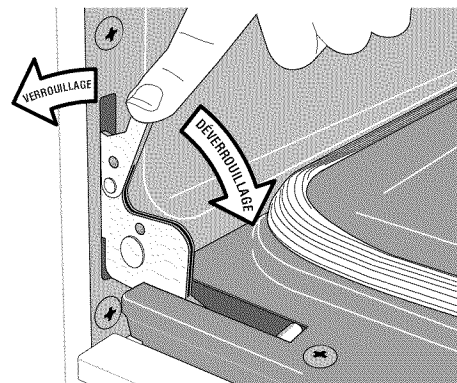

Fig. 2
2. Tirez les verrous des charnières de gauche et de droite du cadre de la cuisinière vers la porte du four (fig. 2). Vous pourriez avoir besoin d'un petit tournevis à tête plate.
4. Poussez les verrous des charnières de droite et de gauche vers le haut et dans le cadre du four (fig. 2) jusqu'à ce qu'ils soient en position verrouillée, puis refermez la porte du four.